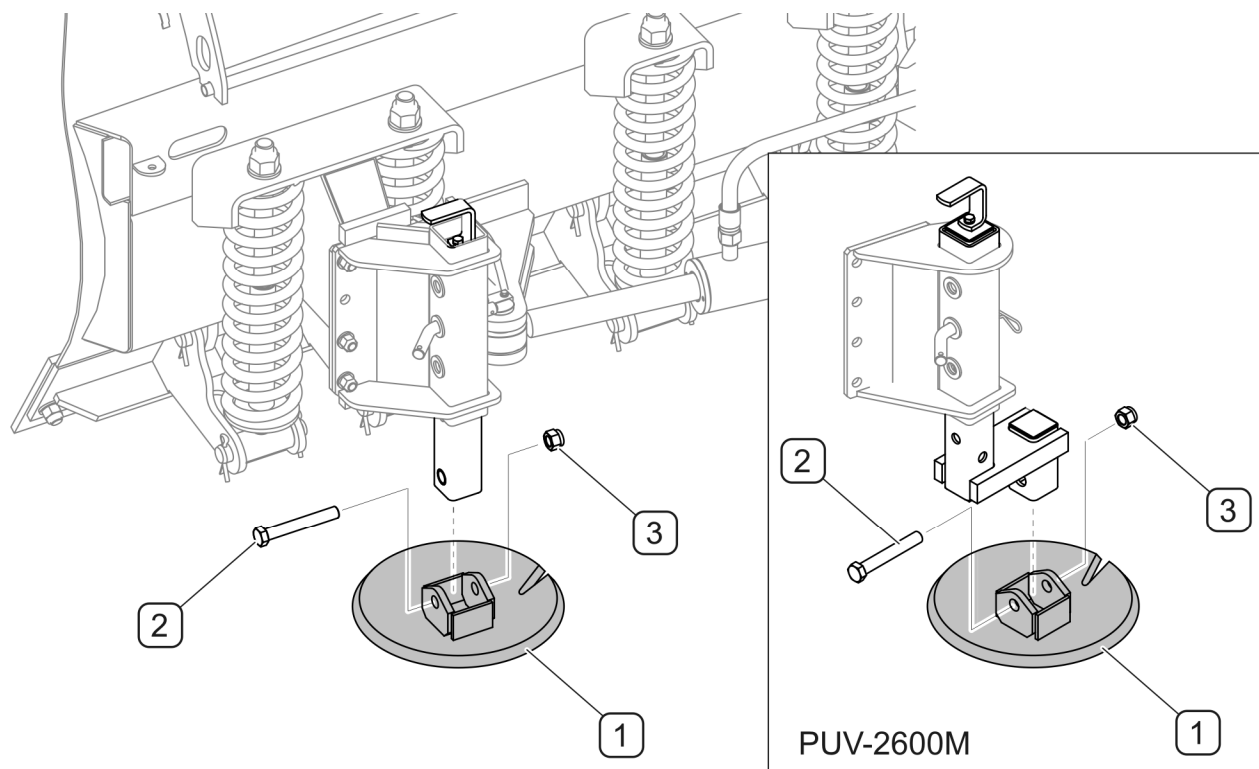

РИСУНОК 5.4 Замена скользящего элемента
(1) - скользящий элемент; (2) - болт M16x110-8.8; (3) - гайка M16-8
Отработанные и поврежденные скользящие элементы (РИСУНОК 5.4) нужно заменить новыми. Для этого нужно поднять снегоотвал и поставить на стабильные и прочные упоры. Если снегоотвал навешен и поднят на передней трехточечной системе навески, то необходимо дополнительно предохранить его от оседания, выключить двигатель трактора и поставить его на стояночный тормоз. Отвинтить гайку (3), вынуть болт (2), скрепляющий скользящий элемент (1) с ползуном (2). Проверить скользящий элемент (1) и остальные элементы на наличие повреждений или чрезмерного износа. Перечень рабочих элементов скользящего элемента и их номера в каталоге представлены в ТАБЛИЦА 5.4